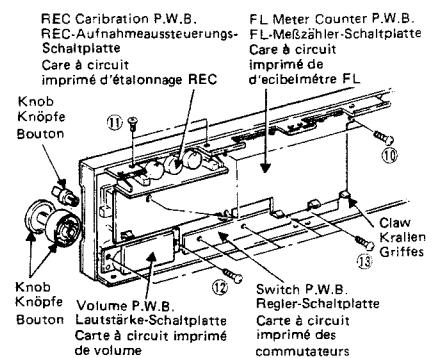

Fig. 4 Abb. 4
#### (2) FL Meter counter P.W.B. (Fig. 4)
#### (3) REC calibration P.W.B. (Fig. 4)
#### (4) Volume P.W.B. (Fig. 4)
#### (5) Switch P.W.B. (Fig. 4)
#### (2) FL-Meßzähler-Schaltplatte (Abb. 4)
#### (3) REC-Aufnahmearmeussteuerung-Schaltplatte (Abb. 4)
#### (4) Lautsprecher-Schaltplatte (Abb. 4)
#### (5) Regler-Schaltplatte (Abb. 4)
(2) Carte à circuit imprimé de décibelmètre FL (Fig. 4)
(3) Carte à circuit imprimé d'étalonnage REC (Fig. 4)
(4) Carte à circuit imprimé de volume (Fig. 4)
(5) Carte à circuit imprimé des commutateurs (Fig. 4)